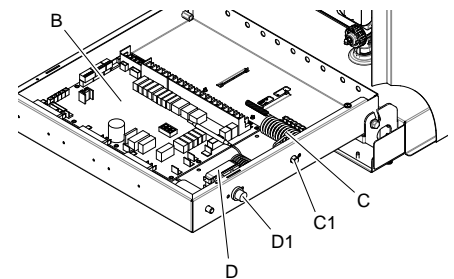

fig. 20 - vue intérieure du tableau électrique
- B Carte hydrothermique électronique (fig. 20)
- C Protection thermique de sécurité pour résistance électrique monophasée avec bouton de réarmement manuel (réf. C1 fig. 20)
- D Protection thermique de sécurité pour résistance électrique triphasée avec bouton de réarmement manuel (réf. D1 fig. 20)